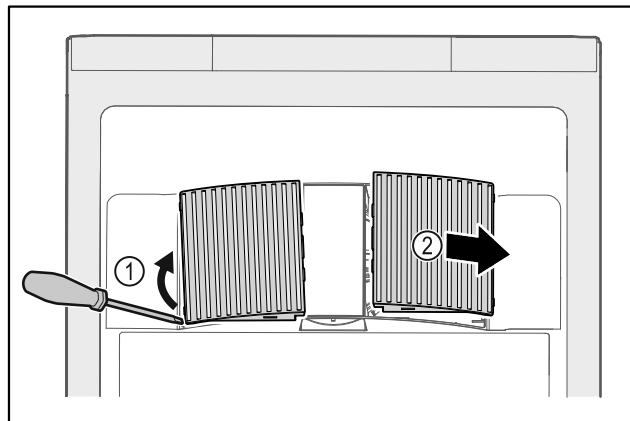

Fig. 144
- ▶ Kangutage ventilaatorikatte ettevaatlikult küljelt välja Fig. 144 (1) ja võtke ettepoole maha Fig. 144 (2).